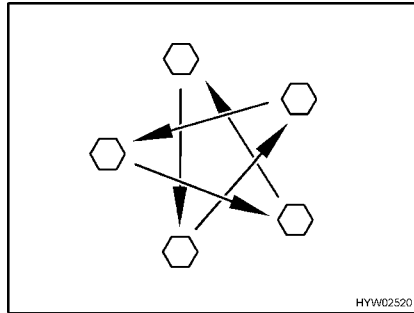

Fig. 317 Serrer en croix les écrous ou les boulons de roue
- Vérifier régulièrement le serrage des écrous ou des boulons de roues. Resserrer tous les écrous ou les boulons de roue 50 km après le changement d'une roue (Fig. 317). Pour les couples de serrage, voir paragraphe 14.5.2.
- Si des jantes neuves ou repeintes sont utilisées, alors resserrer les écrous ou les boulons de roue une fois de plus après env. 1 000 à 5000 km (Fig. 317).
- ▷ Serrer en croix les écrous ou les boulons de roue (Fig. 317).